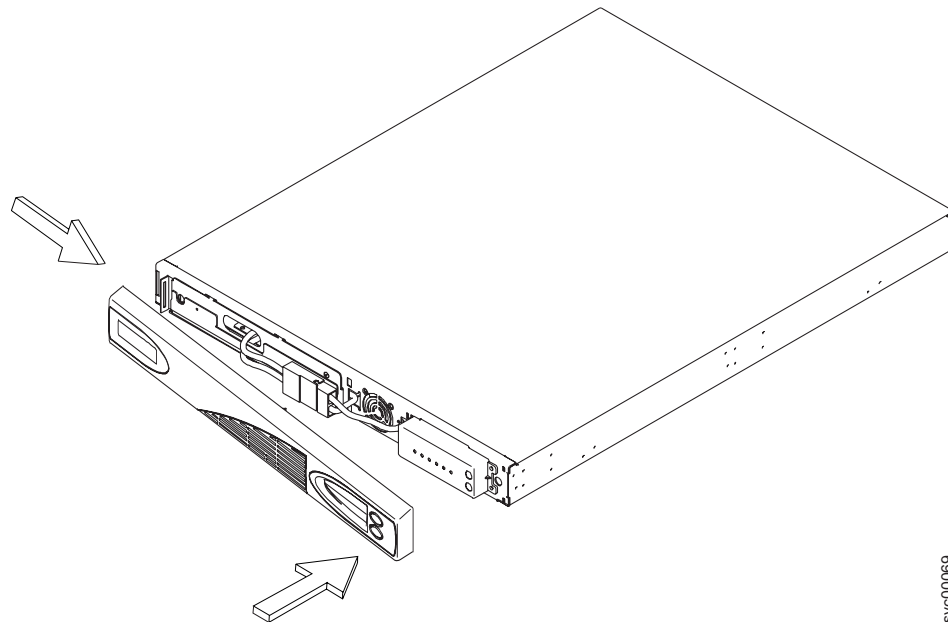

図 253. 2145 UPS-1U のフロント・パネルの再取り付け
3. 291 ページの図 253 に示すように、内部バッテリー・コネクタを接続します。キー付きのコネクタの各終端には 2 本のワイヤーがあり、1 つは赤色 (+)、もう 1 つは黒色 (-) です。黒色ワイヤーと赤色ワイヤーを結合します。
4. フロント・パネルを、パネル左側に引っ掛かるまで右方に押し込みます。図 253 に示すように、フロント・パネルを、パネルがカチッと音が鳴って2145 UPS-1U の右と、真中のセクションに収まるまで前方に押し込みます。